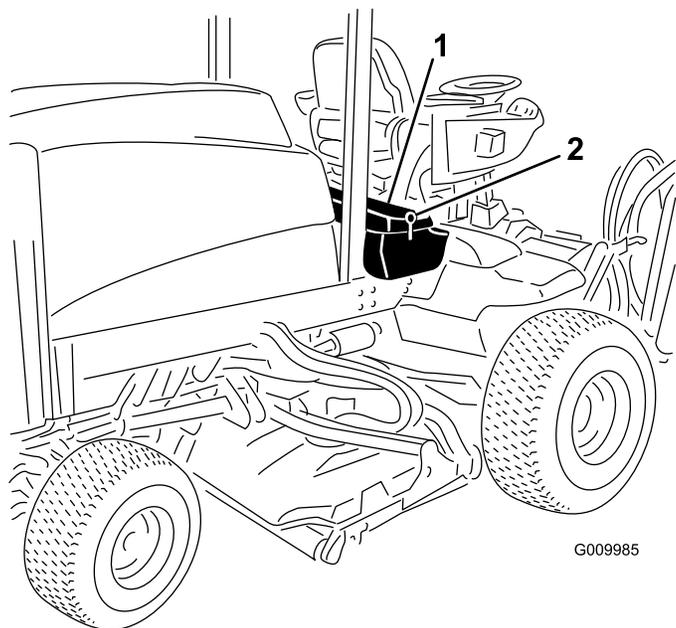

Figura 35
1. Desenganche y levante el panel de la consola del operador (Figura 35).